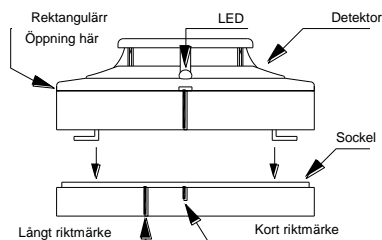

Bild 4. Montering av detektorn på sockeln
1. Rikta in detektorns riktmärke mot det korta riktmärket på sockeln enligt bild 4.